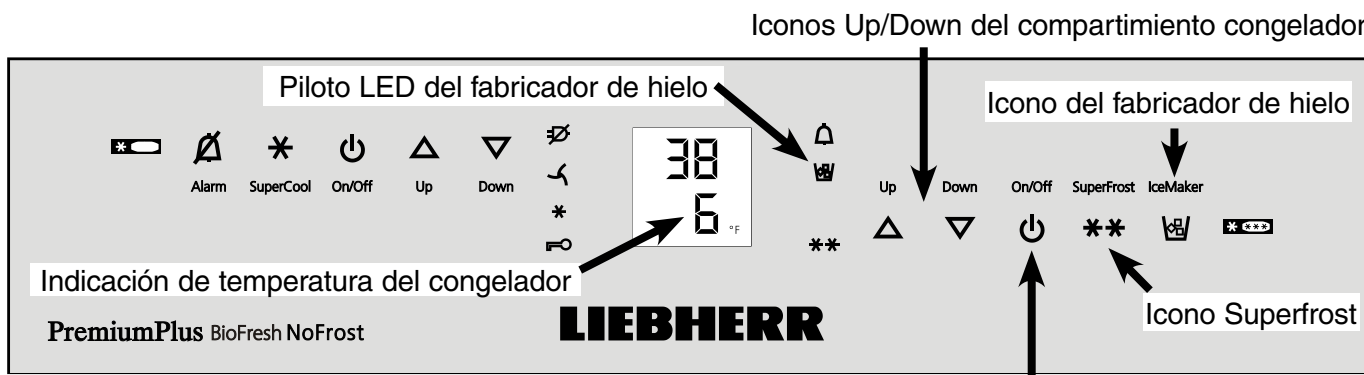

Figura 26 Icono On/Off del compartimiento congelador.
- Encienda el fabricante de hielo pulsando el icono de fabricante de hielo (**Figura 26**).
- Pulse el icono IceMaker para que se encienda el **piloto LED del fabricante de hielo** (**Figura 26**).